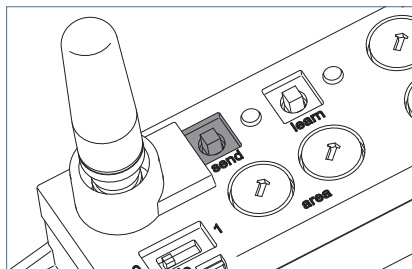

Fig. 25: Taste „send“.
- ▶ Drücken Sie die Taste „send“, siehe Fig. 25.